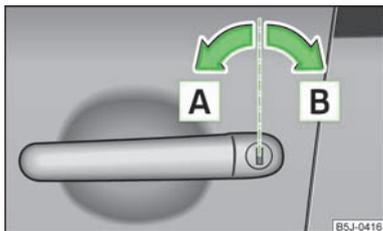

Fig. 11
- Ruotare la chiave nel cilindro della portiera lato conducente nella direzione di marcia (posizione di sbloccaggio) **A** » fig. 11.
- Ruotare la chiave nel cilindro della portiera lato conducente nella direzione di marcia (posizione di bloccaggio) **B** » fig. 11.